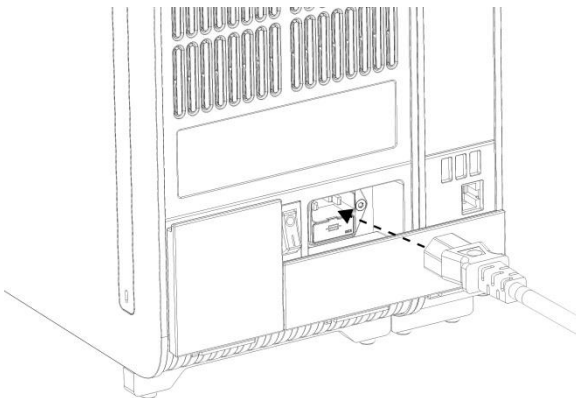

Abbildung 7: Anschließen des Netzkabels
7. Schließen Sie das mit dem QIAstat-Dx Analyzer 1.0 gelieferte Netzkabel an der Rückseite des Analysemoduls an (Abbildung 7).